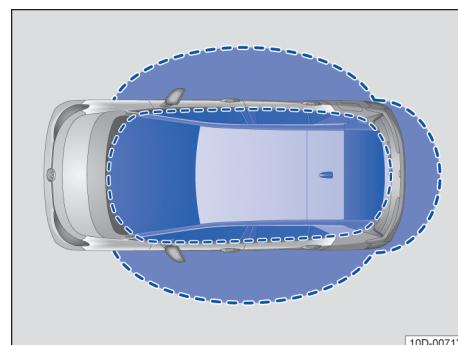
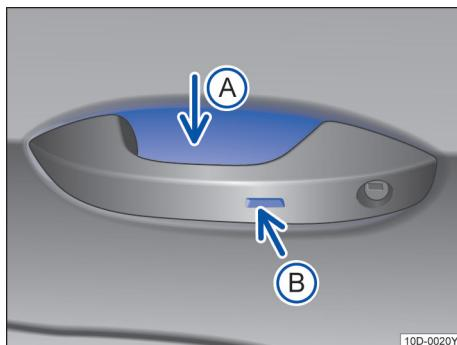

图 42 无钥匙进入闭锁/启动系统：工作范围
图 43 无钥匙系统 Kessy：车门拉手上的传感区
Kessy 是一种无钥匙系统，它可以实现在不操作遥控钥匙的情况下解锁或锁止汽车。操作者只需随身携带一把有效遥控钥匙，并处于车门或行李厢盖的有效感应区域内→图 42，同时触摸车门拉手上的传感区之一→图 43 或按压行李厢盖上的按钮即可实现。
如果有一把有效遥控钥匙在有效感应区域→图 42 内，则无钥匙系统 Kessy 会将访问权限授予该钥匙。紧接着可以在不主动操作遥控钥匙的情况下执行以下功能：
- 触摸在驾驶员或副驾驶员车门拉手内侧的传感区→图 43(A)。
- 触摸车门拉手上的传感区→图 43(B)一次。汽车锁止。
如果在行李厢盖的有效感应区域→图 42 有一把有效的遥控钥匙。
- 要便捷关闭所有电动车窗和天窗，请用手指按住车门拉手上的传感区→图 43(B)几秒钟。
- 松开传感区→图 43(B)即可中断该功能。如果在松开车门拉手上的传感区→图 43(B)后立即将手放入(A)内，则所有车窗停在原位置（安全功能）▲→第 54 页。